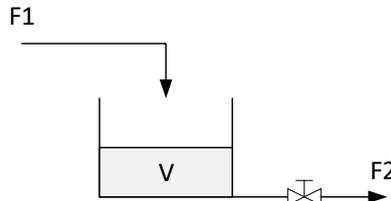

Figura 3: Tanque con descarga gravitatoria.
4. Un tanque abierto con descarga gravitatoria (Figura 3) está en estado estacionario para un caudal de alimentación de 20 litro/min de agua y una apertura de la válvula de descarga igual a 0.5. La válvula de descarga es lineal. La presión de descarga es la atmosférica. El nivel del líquido es 0.8 m. El nivel máximo que puede contener el tanque es 1.5 m. El diámetro del tanque es de 1.5 m. Realice las siguientes actividades: